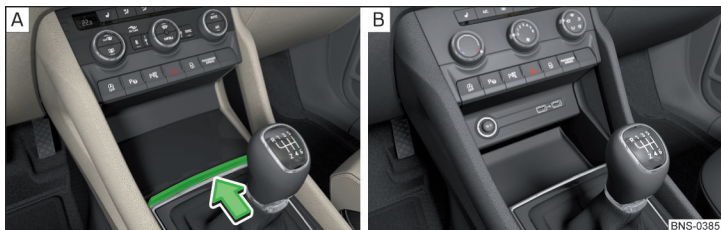

Fig. 111 Ouvrir le vide-poches / Vide-poches non verrouillable
- » Pour l'**ouverture**, enfoncez la barre dans le sens de la flèche » fig. 111 - **A**.
Sur certaines versions de ce modèle, le vide-poches n'a pas de couvercle » fig. 111 - **B**.